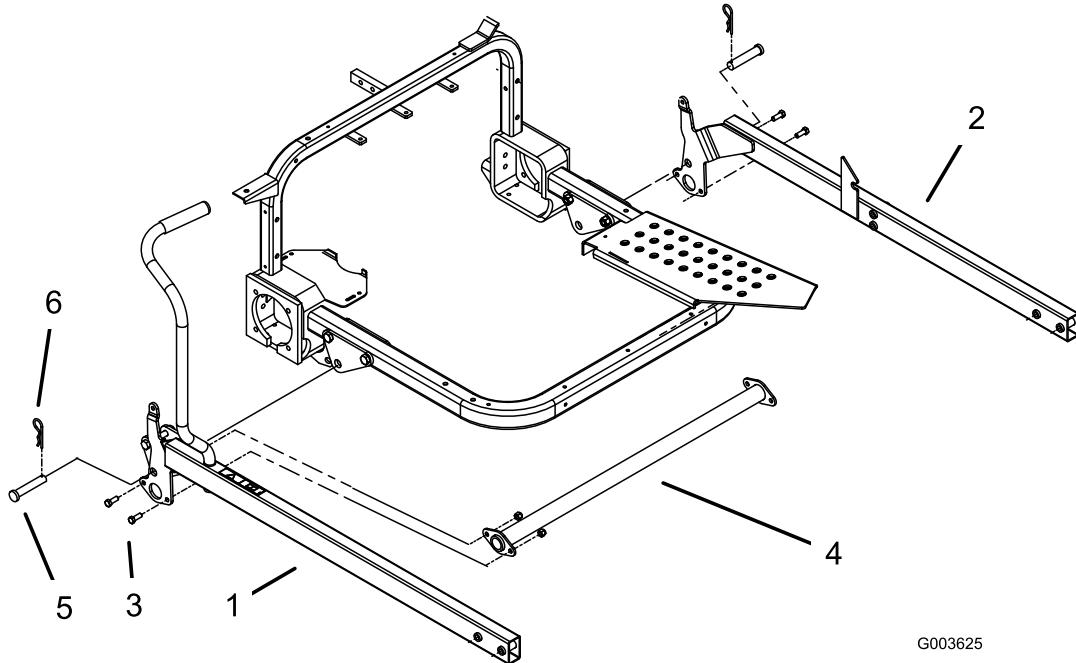

图 11
1. 调整提升臂位置使每个提升臂支架的安装孔与安装支架中的孔对齐 图 11。
2. 使用柱销和发卡销将右提升臂固定到安装支架上 图 11。
3. 用 2 个螺栓 $\frac{3}{8}$ x 1 英寸和锁紧螺母 $\frac{3}{8}$ 英寸将扭力管的一端松散地安装到右提升臂上请参阅 图 11。
4. 使用柱销和发卡销将左提升臂固定到安装支架上 图 11。
5. 用 2 个螺栓 $\frac{3}{8}$ x 1 英寸和锁紧螺母 $\frac{3}{8}$ 英寸将扭力管的另一端松散地安装到左提升臂上请参阅 图 11。
4. 拧紧将扭力管末端固定到提升臂的螺栓和锁紧螺母图 11。